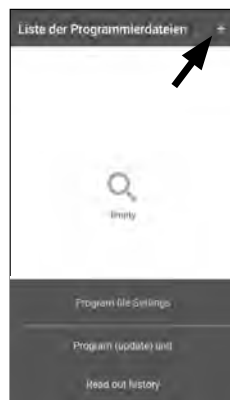

Abb. 64
- ⑤ Um Ihre gewünschten Änderungen bzw. den dazugehörigen Zylinder der Liste hinzuzufügen, tippen Sie rechts oben auf das „+“ (Abb. 64).